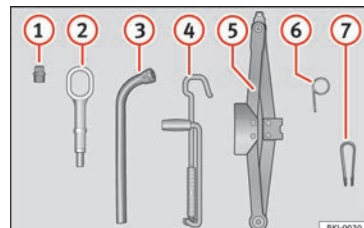

Fig. 75 Nel bagagliaio, sotto la copertura del piano di carico: attrezzi di bordo.
- Agganciare il gancio in metallo (attrezzi di bordo » **fig. 75** ⑥) in una delle scanalature del copricerchio centrale.
- Agganciare il gancio in metallo (attrezzi di bordo » **fig. 75** ⑥) nell'apposito alloggiamento » **fig. 77**.